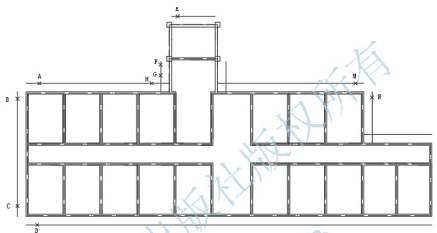
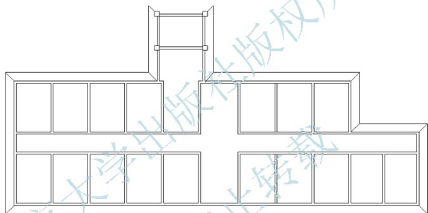

图 2.63 外墙外边线向外偏移 900mm
图 2.65 散水线和坡面交界线
将外墙的外边线向外偏移 900mm, 如图 2.63 所示。之后需要对散水线的阴阳角进行修角处理。
① 在选择第一个对象或 [放弃(U)/多段线(P)/半径(R)/修剪(T)/多个(M)]: 提示下, 拾取图 2.63 中的散水线 A 处。
② 在选择第二个对象, 或按住 Shift 键选择要应用角点的对象: 提示下, 拾取散水线 B 处。
(2) 按 Enter 键重复【圆角】命令, 修改 C 和 D 处、E 和 F 处、G 和 H 处, 结果如图 2.65 所示。
(2) 按 Enter 键重复【倒角】命令, 修改其他阴角和阳角处, 并绘制坡面交界线, 结果如图 2.65 所示。